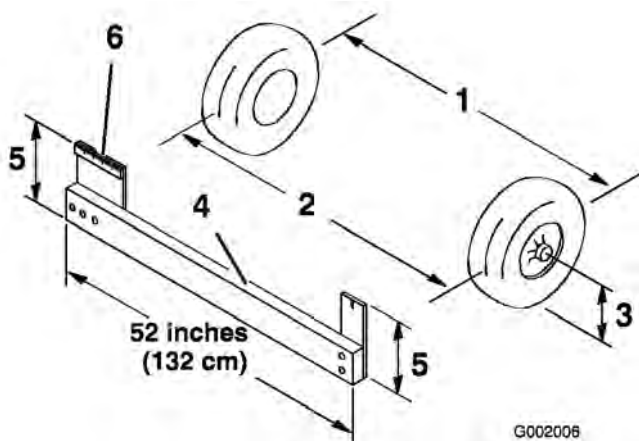

Figura 57
4. Meça a distância entre os pneus dianteiros à altura do eixo na zona dianteira e traseira dos pneus dianteiros (Figura 57). É necessário um objecto imóvel ou um medidor de alinhamento para a medição traseira dos pneus dianteiros à altura do eixo. Utilize o mesmo objecto ou medidor de alinhamento para obter uma medição precisa da dianteira dos pneus dianteiros à altura do eixo (Figura 57).